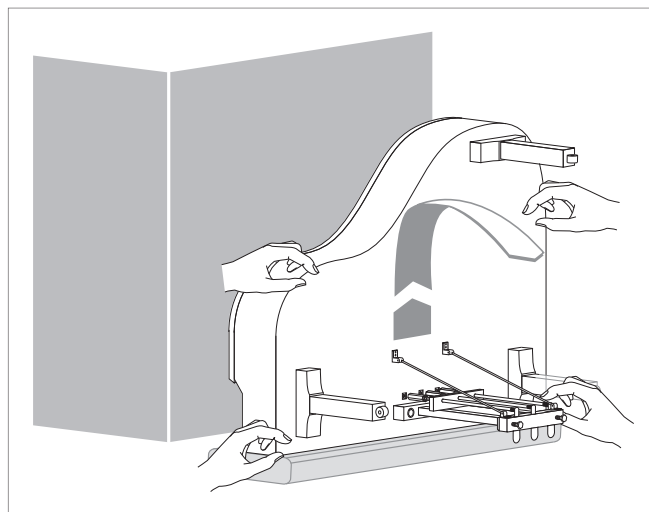

图 2.6: 将钢琴竖起来
- 10) 请将钢琴竖起来。务请按图 2.6 所示来抬钢琴, 以便避免钢琴失去重心。现在, 可以抬起钢琴, 转动钢琴, 让钢琴的琴脚同时落地。